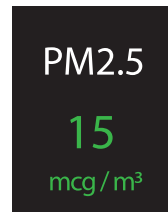

Рис. 6.
1. На дисплее прибора отображается текущая концентрация взвешенных микроскопических частиц PM_{2.5} в воздухе помещения (Рис. 6). Числовое значение и единица измерения в mcg/m³ имеют при этом определенный цвет, показывающий текущий уровень качества воздуха. Все уровни качества воздуха по показателю «Концентрация PM_{2.5}» указаны в таблице 2.